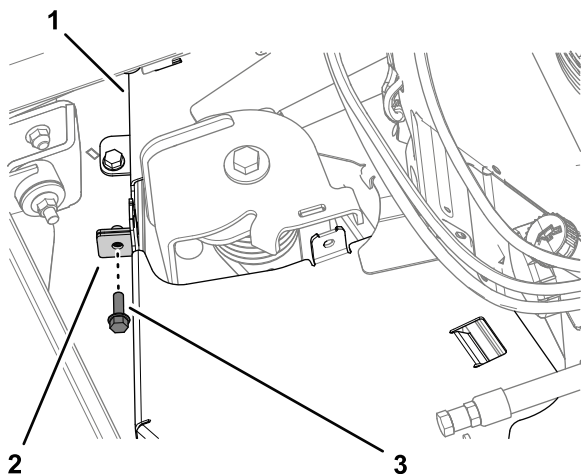

Figuur 34
1. Verwijder de 2 flenskopschroeven waarmee de kap van de riemspanner is bevestigd aan de linker drijfriemkap en verwijder de kap van de riemspanner (Figuur 34).